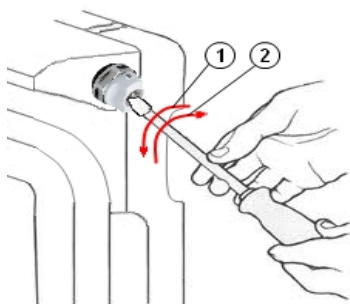

Рис.3
6. При первом запуске ПРИБОРА, в начале отопительного сезона, либо после длительного неиспользования прогрейте его до +70С и стравите воздух (**рис. 3**).
При первом запуске ПРИБОРА прогрейте его и стравите воздух (открыть кран Маевского отверткой, либо специальным ключом, стравить, закрыть обратно) (рис.3). Производитель рекомендует для профилактики повторять процедуру раз в 1-2 месяца.